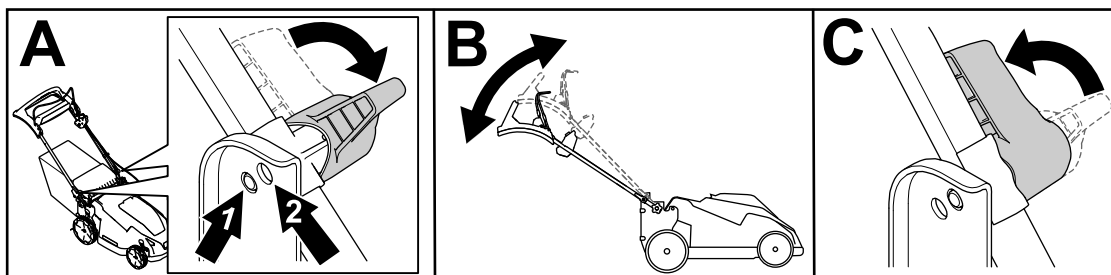

Figure 11
1. De chaque côté de la machine, tournez les verrous du guidon (A de Figure 11).
2. Réglez la hauteur du guidon à la position haute ou basse (B de Figure 11).
3. Lorsque le guidon est réglée à la hauteur correcte, tournez les verrous en sens inverse jusqu'à ce que la goupille s'enclenche et fixe le guidon en position (C de Figure 11).